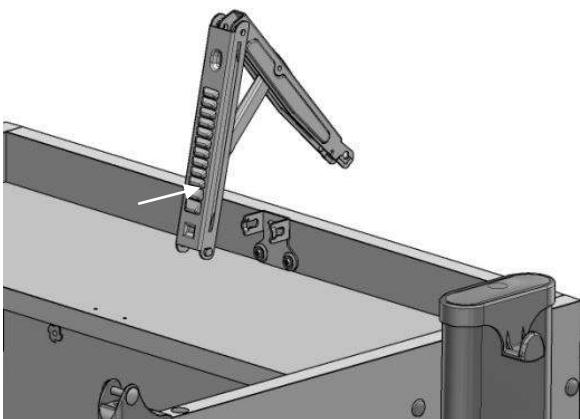

Рис. 9
4.4.1. Фиксатор столешницы Multiflex (поз. 1, пакет №9а) нижней частью ввести в кронштейн нижний, согласно рис. 9; 9а.
Рис. 9а